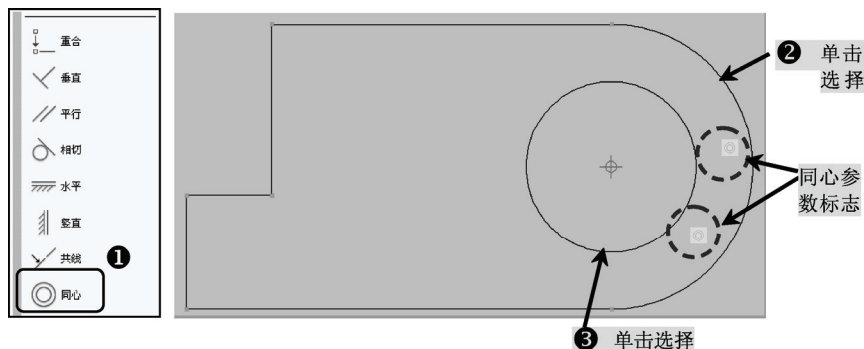

图 10-16 同心参数操作
5) 在块编写选项板上单击, 选择“几何约束”选项卡, 选择“同心”工具, 对图中的两个圆心进行“同心”参数编辑, 如图 10-16 所示 (“同心”用于保证图形作为动态零部件插入时圆与圆之间始终保持同心状态)。